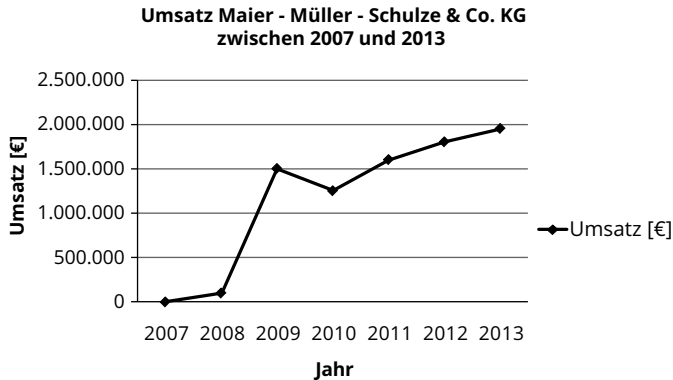

Abbildung 1.4: Umsatzdiagramm (in Form eines Liniendiagramms) der Firma Maier – Müller – Schulze & Co. KG zwischen 2007 und 2013
- ✓ **Diagramme** werden zur besseren Darstellung von Zahlenreihen beziehungsweise Tabellen benutzt. So können Sie beispielsweise die Umsatzzahlen der Firma »Maier – Müller – Schulze & Co. KG« zwischen 2007 und 2013 verständlich darstellen (siehe Abbildung 1.4). Es gibt unterschiedliche *Diagrammtypen*, wie Liniendiagramme, Kreisdiagramme, Streupunktdiagramme und Balkendiagramme. Diese Form der Darstellung wird in diesem Buch jedoch nicht weiter behandelt.